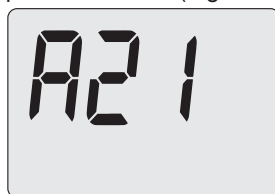

Figura 5.25
- Premere il tasto 13 fino a far apparire sul display LCD codice **A21**, indicante l'entrata nel "parametro A21" (Figura 5.25).
- Premendo il tasto 13 o 14 (Figura 5.22) si ottiene la conferma del valore inserito e si ritorna alla lista parametri (Figura 5.25).